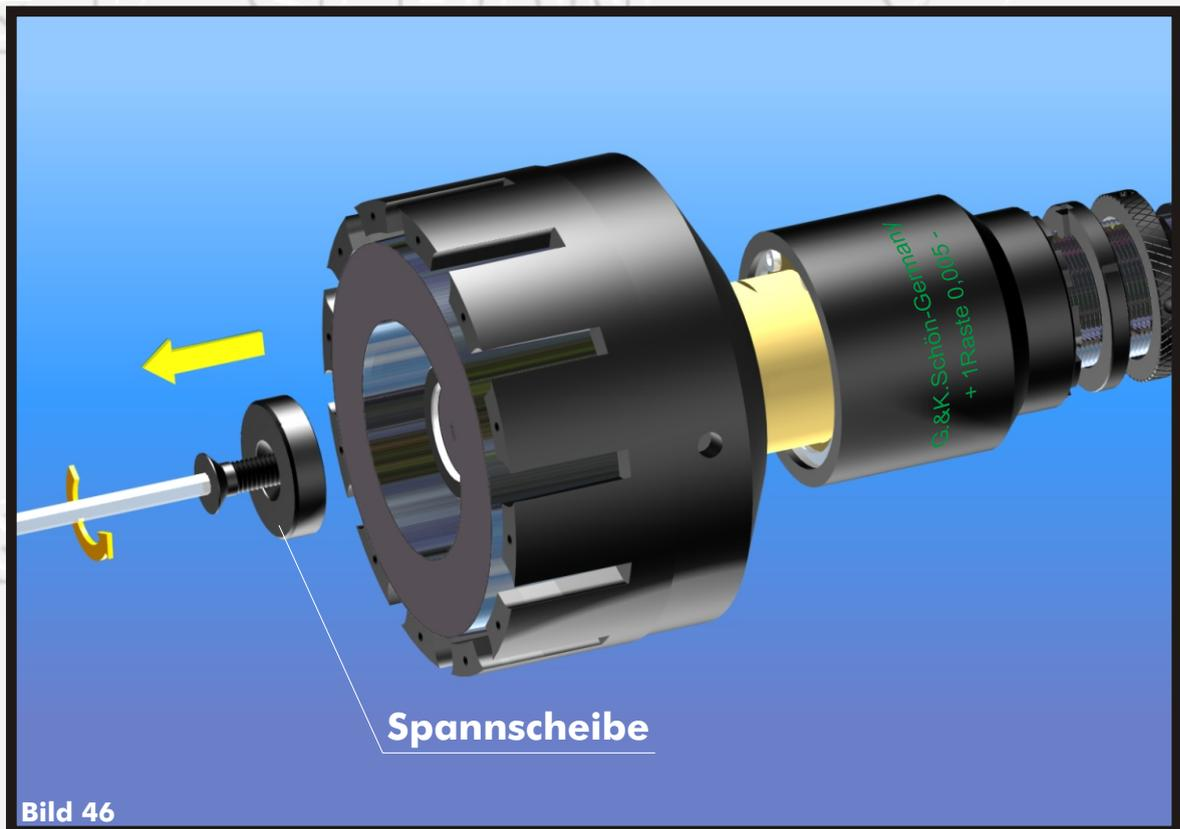

Bild 46
- > **Lösen Sie die Senkschraube in der Spannscheibe, und entnehmen Sie die Spannscheibe. (Bild 46)**